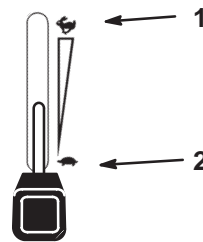

Figure 16
- Placez la manette d'accélérateur en position de régime maximum pour démarrer à froid (Fig 16).
1. Débrayez la PdF (Fig. 16).
2. Réglez la manette d'accélérateur à mi-course entre les positions de ralenti et de régime maximum (Fig. 16).